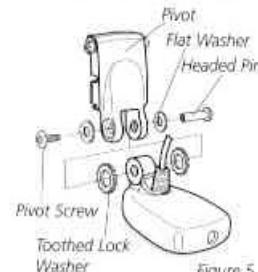

Figure 5
1. Fixez l'axe pivot au corps du transducteur comme illustré à la Figure 5, en utilisant la vis allen pivot #8 – 3/8" (9 mm) de long, la goupille à tête, les deux rondelles plates et les deux rondelles grower crantées.